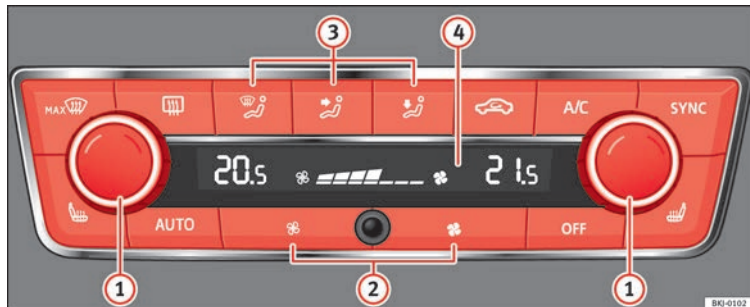

Fig. 169 Climatronic : éléments de commande.
- Réglez la puissance du ventilateur à zéro » fig. 169 ② ou appuyez sur la touche **OFF**.
- Appuyez sur la touche **AUTO** » fig. 169. »
» **fig. 169** pour régler la température intérieure souhaitée.
- Appuyez sur la touche **MAX** » **fig. 169**.